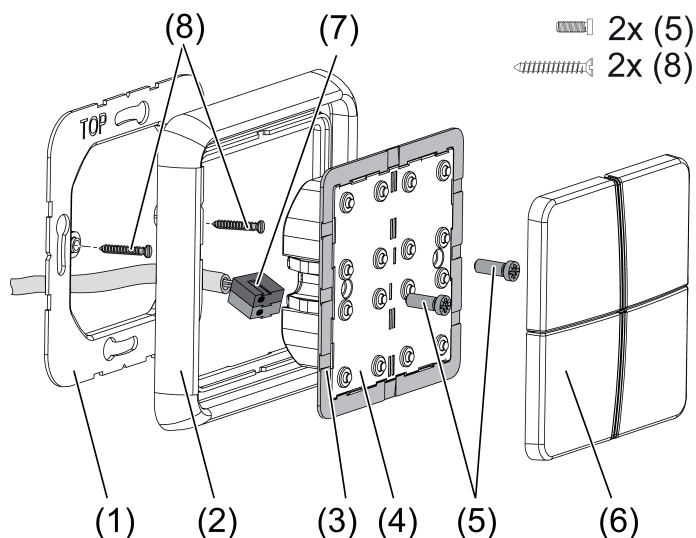

Figura 1: Montaje módulo sensor
- Montar a presión el marco adaptador (3) desde delante en el módulo sensor (4) (figura 1). Tener en cuenta la inscripción **TOP** = arriba.
- Montar correctamente la placa de soporte (1) o (14) en una caja universal. Tener en cuenta la inscripción **TOP** = arriba; inscripción **A** o **B** delante. Utilizar exclusivamente tornillos para cajas (8) suministrados.
- Encajar el marco (2) sobre el aro de soporte.
- Montar el módulo de ampliación de teclado (15) preferiblemente en la parte de abajo. Pasar el cable de conexión (16) entre el aro soporte y la pieza de unión intermedia.
- Módulo de ampliación del teclado: insertar correctamente la línea de conexión (16) en el conector (17) del módulo sensor. No apretar la línea de conexión (figura 1).
- Conectar el módulo sensor (4) con el terminal de conexión KNX (7) al KNX y encajar en la placa de soporte.
- Fijar el(los) módulo(s) sensor(es) a la placa de soporte con los tornillos de plástico suministrados (5). No apretar demasiado los tornillos.
- Antes de montar las teclas (6), cargar la dirección física en el aparato (véase capítulo 4.2. Puesta en servicio).